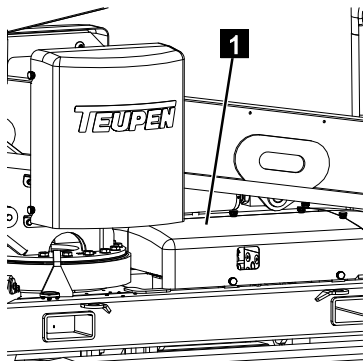

Abb. 118
1. Abdeckung (Abb.118/1) demontieren.